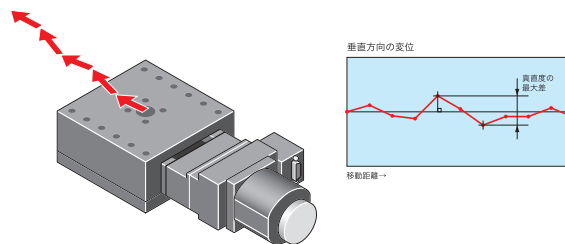

図3-8 真直度(垂直)
**3.8 真直度(垂直) [JIS B 6191-1993準拠] [図3-8]**